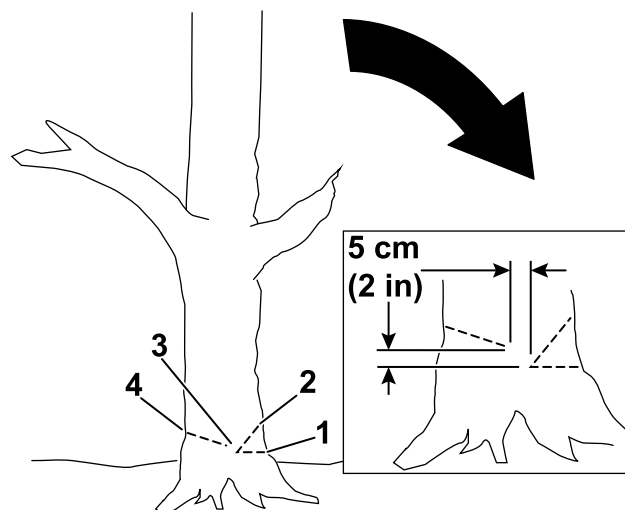

Figura 16
- Haga el primer corte de un tercio del diámetro del árbol en el lado hacia donde desea que caiga el árbol (Figura 16).
- Haga un segundo corte para formar una cuña, empezando el corte al menos 5 cm por encima del primer corte (Figura 16).
- Haga el corte de caída desde el lado opuesto a la cuña y unos 5 cm por encima de la parte inferior de la cuña, como se muestra en la Figura 16.
Importante: Detenga el tercer corte a 2,5 – 5 cm de la cuña para formar una bisagra entre los cortes (Figura 16), que evitará que el árbol caiga en la dirección incorrecta o que gire al caer.
Nota: A medida que el corte de caída se acerque a la bisagra (Figura 16), el árbol debe empezar a caer.